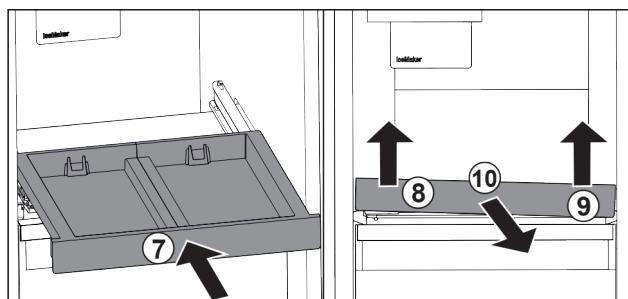

Fig. 125
- Вставьте выдвижную панель. Fig. 125 (7)
- Приподнимите выдвижную панель спереди слева. Fig. 125 (8)
- Приподнимите выдвижную панель спереди справа. Fig. 125 (9)
- Извлеките выдвижную панель движением вперед. Fig. 125 (10)